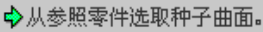
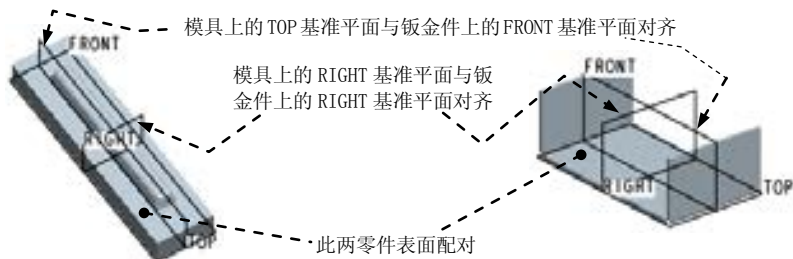

图 11.5.16 “模板”对话框
图 11.5.17 操作过程
(1) 定义配对约束。在图 11.5.16 所示的“模板”对话框中, 选择约束类型为“配对”, 然后分别在模具模型中和钣金件中选取图 11.5.17 中的配对面。
(2) 定义对齐约束。在“模板”对话框中单击“新建约束”字符, 选择新增加的约束类型“对齐”, 分别选取图 11.5.17 中的对齐面(模具上的 RIGHT 基准平面与钣金件上的 RIGHT 基准平面)。
(3) 定义对齐约束。在“模板”对话框中单击  新建约束 字符，选择新增加的约束类型“对齐”，分别选取图 11.5.17 中的对齐面（模具上的 TOP 基准平面与钣金件上的 FRONT 基准平面），此时屏幕上的“模板”对话框显示“完全约束”。
(4) 在图 11.5.16 所示的“模板”对话框中单击“完成”按钮 。